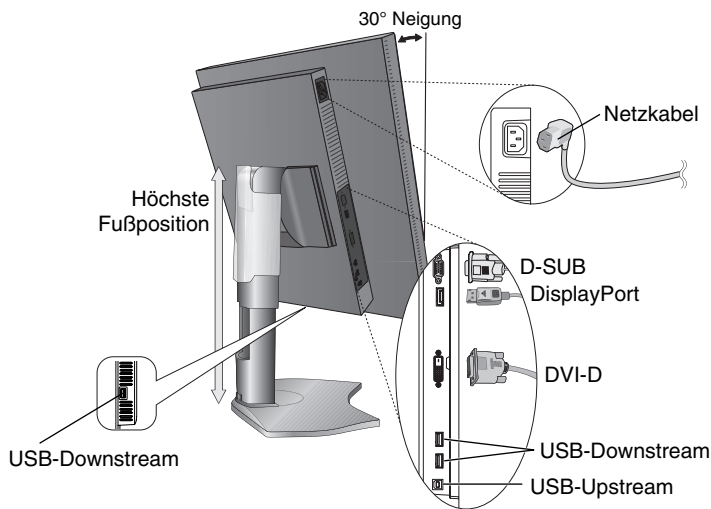
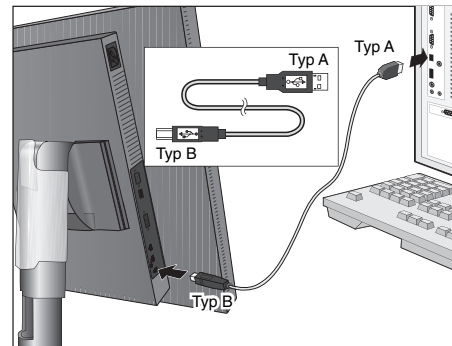

Abbildung C.1
Abbildung C.1a
- Verbinden Sie alle Kabel mit den entsprechenden Anschlüssen (**Abbildung C.1**). Verbinden Sie den Anschluss des Typs B mit dem USB-Upstream-Port auf der hinteren rechten Seite des Monitors und den Anschluss des Typs A mit dem Downstream-Port am Computer (**Abbildung C.1a**). Wenn Sie das Kabel eines USB-Geräts verwenden, müssen Sie es in einen der Downstream-Ports des Monitors einstecken.